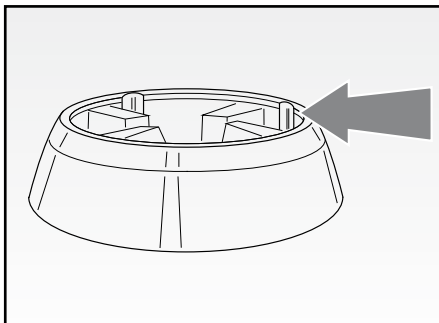

Fig. 9
- assicurarsi che il nuovo adattatore sia posto alla stessa altezza rispetto al supporto per il giunto (fig. 9).